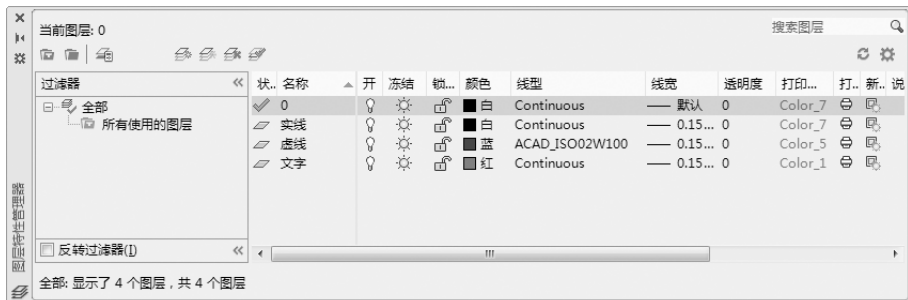

图 4-24 设置图层
(8) 用相同的方法将“虚线”图层的线宽设置为 0.15 mm。
(9) 用相同的方法再建立新图层，命名为“文字”，设置颜色为红色，线型为 Continuous，线宽为 0.15 mm。并且让 3 个图层均处于打开、解冻和解锁状态，各项设置如图 4-24 所示。